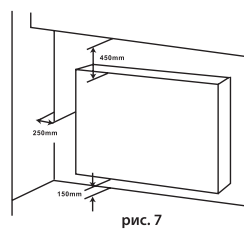

рис. 7
- При креплении устройства на стену расстояние от пола должно быть не менее 15 см, расстояние от передней и верхней панелей до предметов – не менее 45 см, расстояние от боковых панелей до предметов – не менее 25 см (рис. 7).
стояние от передней и верхней панелей до предметов – не менее 45 см, расстояние от боковых панелей до предметов – не менее 25 см (рис. 7).